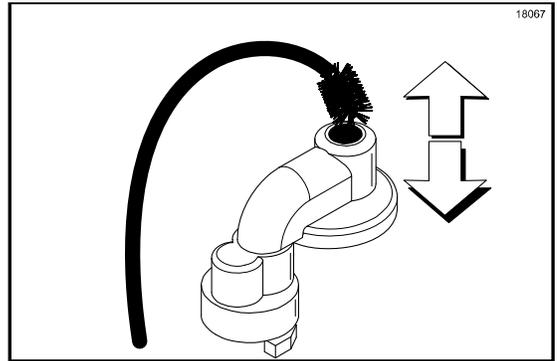

图 86
8. 将黑色刷子插入口阀的底部，来回移动刷子以擦拭该区域，特别是钢球周围。（见图 86。）